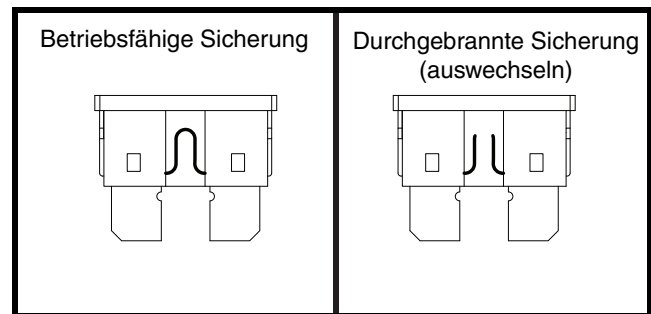

Abb. 27. Wechseln der Sicherung
2. Sicherung auf Durchbrennen überprüfen. **Siehe Abb. 27.**